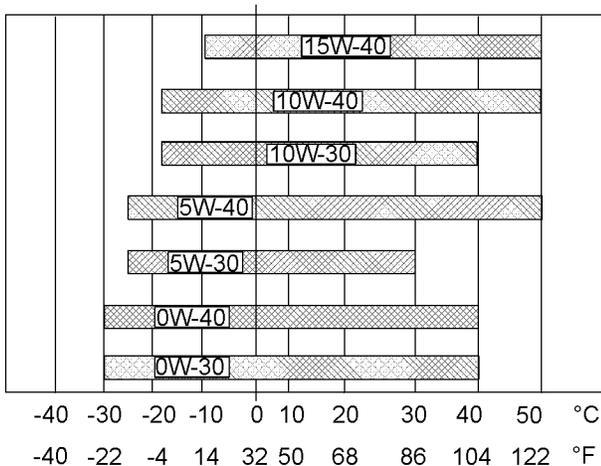

图 72
请参阅图 72 (最低温度) 以确定发动机冷起动时所需要的机油粘度。
请参阅图 72 (最高温度) 以选择发动机在预期的最高环境温度下运行时所需要的机油粘度。
- 请参阅适用的“机油粘度”。为找到适合您的发动机的机油粘度等级, 请参阅图72。